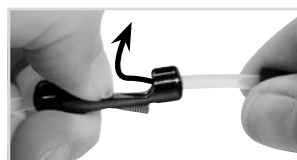

Fig. 14
- 3 Før den frie enden til kabeltrekket med gjengehylsen ut av holderen (fig. 14).